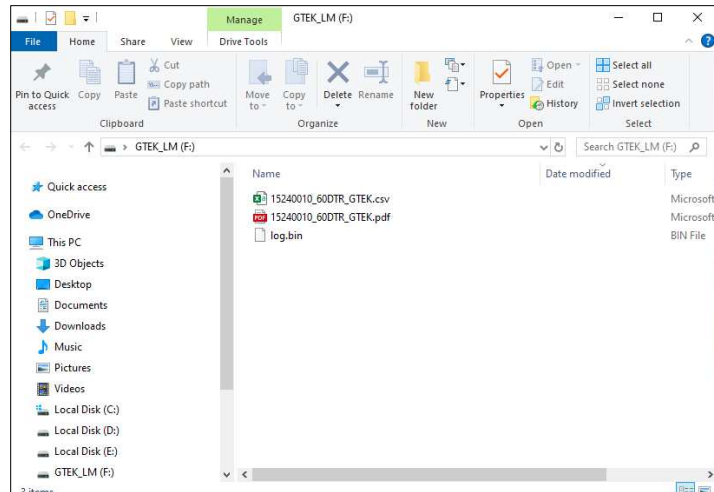

Figure 22 Détecté comme lecteur de stockage de masse USB
- Une fois l'enregistreur de données connecté au PC, la fenêtre du lecteur de stockage de masse USB s'affiche comme illustré à la figure 22, affichant le rapport PDF/CSV et le fichier de corbeille de données de journal dans environ 30 secondes.